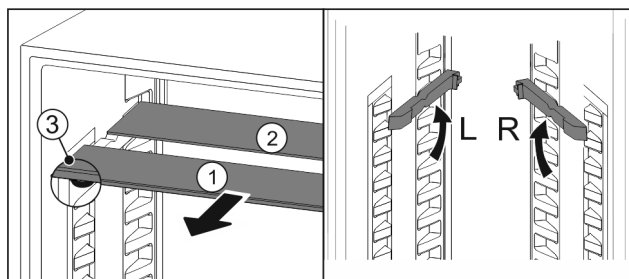

Fig. 94
- По одной извлеките Fig. 94 (1) стеклянные панели движением вперед.
- ▷ Стеклянная панель Fig. 94 (1) с декоративной планкой лежит спереди.
- ▷ Стопоры Fig. 94 (3) показывают вниз.